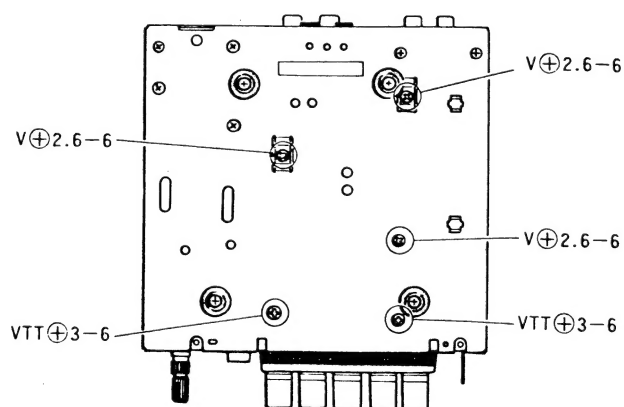

Abb. 2 Fig.
- Fünf Schrauben entfernen. (Abb. 2).
- Remove five screws (Fig. 2).